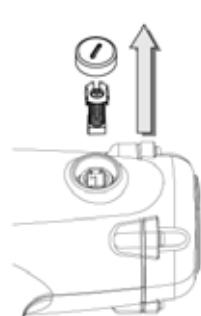

Abb. 4
- Entnehmen Sie die Karbonbürste (Abb. 4).